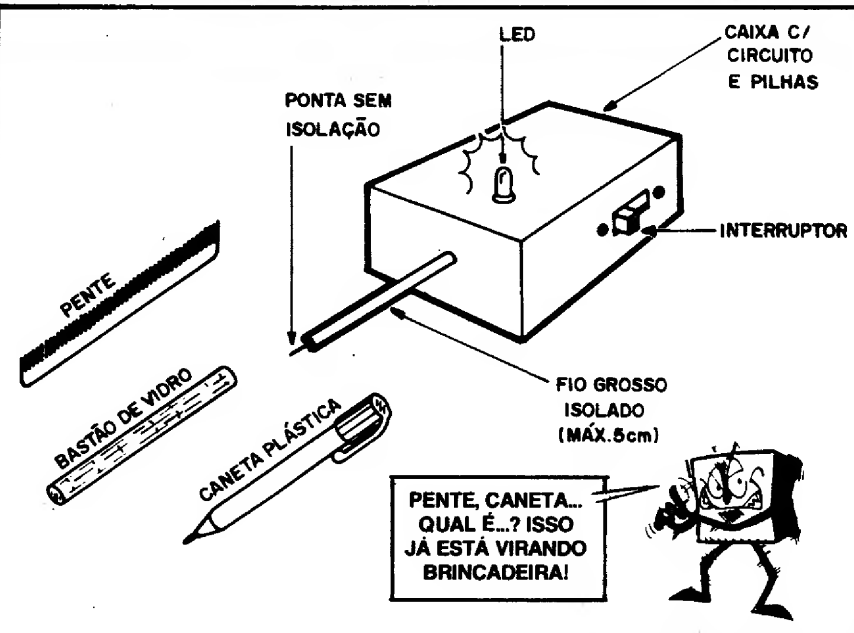

Fig. 17
- **FIG. 17** - Se a "coisa" for realizada com "capricho", e em caráter definitivo, o circuito poderá ser acondicionado numa pequena caixa plástica, com a "antena" sensora sobressaindo de uma das laterais menores, o LED na parte superior (tampa) e o interruptor